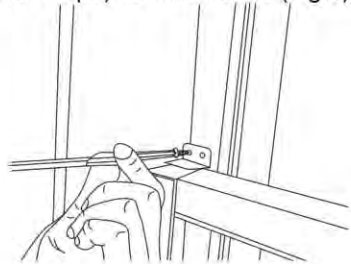

Fig.9
C. Pour fixer la serrure inférieure en place, fixer le verrou de la serrure à angle droit avec une vis de 19 ou 12,7 mm (3/4 ou 1/2 po) comme illustré (Fig.9).